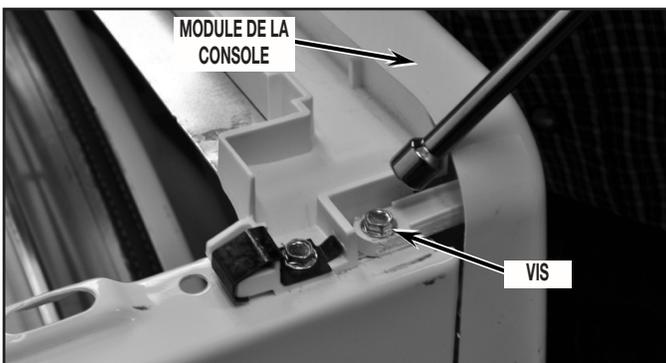

FIGURE 3
7. Ôter la console : ôter d'abord les deux (2) vis de fixation (une de chaque côté de la console, aux emplacements indiqués sur la *Figure 3*).